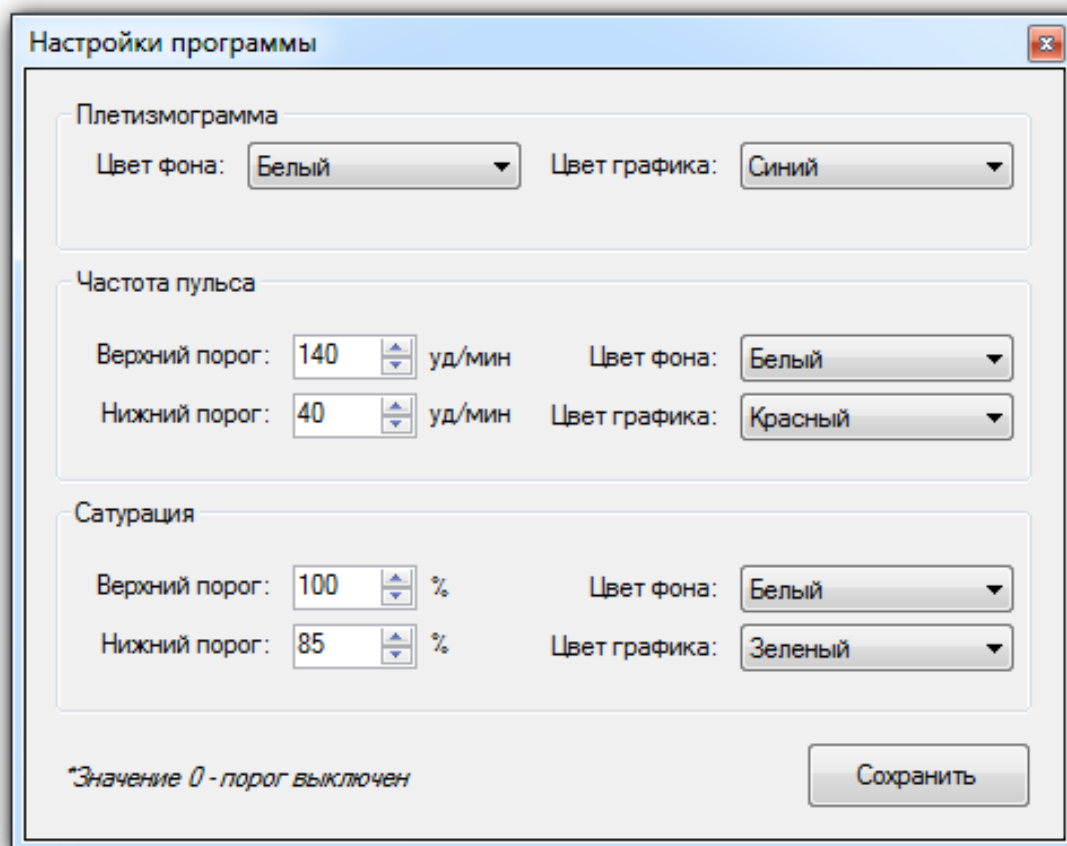

Рисунок 3.9 – Окно настроек. Настройки подключения
3.5.3 Выпадающее меню "Сервис" содержит пункт "Настройки" (рисунок 3.9). При открытии данного пункта появляется окно со следующими разделами и полями: